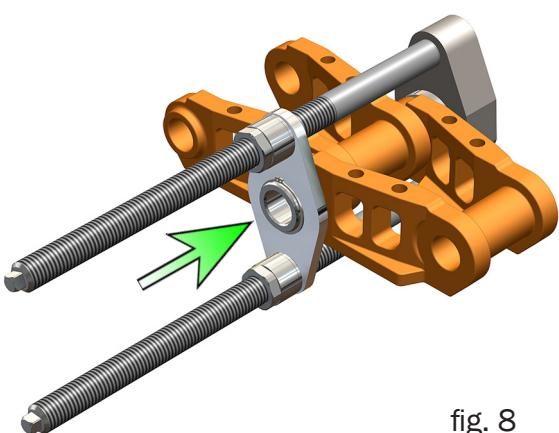
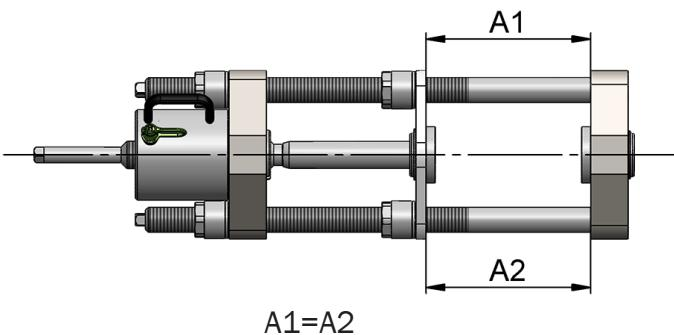

fig. 8
fig. 9
3. Placerä fixeringsoket, med centreringshylsan centrerad över bandkedjans ändbult och drag fast med med muttrarna, fig. 8. Viktigt! Fixeringsoket måste vara parallellt med mothållsoket, kontroll-mät enligt fig. 9.
3. Place the fixing yoke with the centering sleeve centered over the end bolt of the track chain and tighten the fixing yoke with the nuts, fig. 8. Important! The fixing yoke must be parallel with the counterhold yoke. Check measure according to fig. 9.